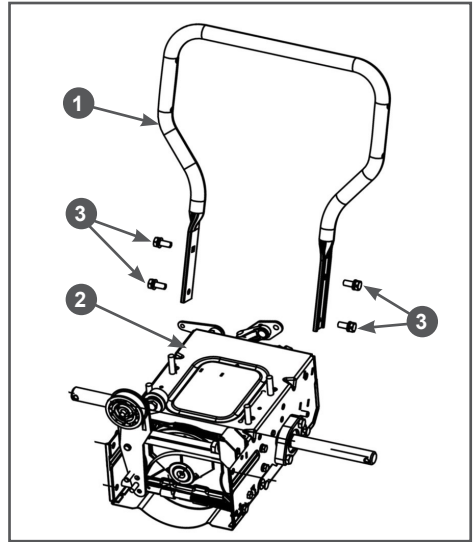

Рис. 4 Установка стойки рукояток
2. Установите стойку рабочих рукояток. Совместите отверстия в стойке рукояток и раме, вставьте в отверстия болты и плотно закрутите их (Рис. 4).